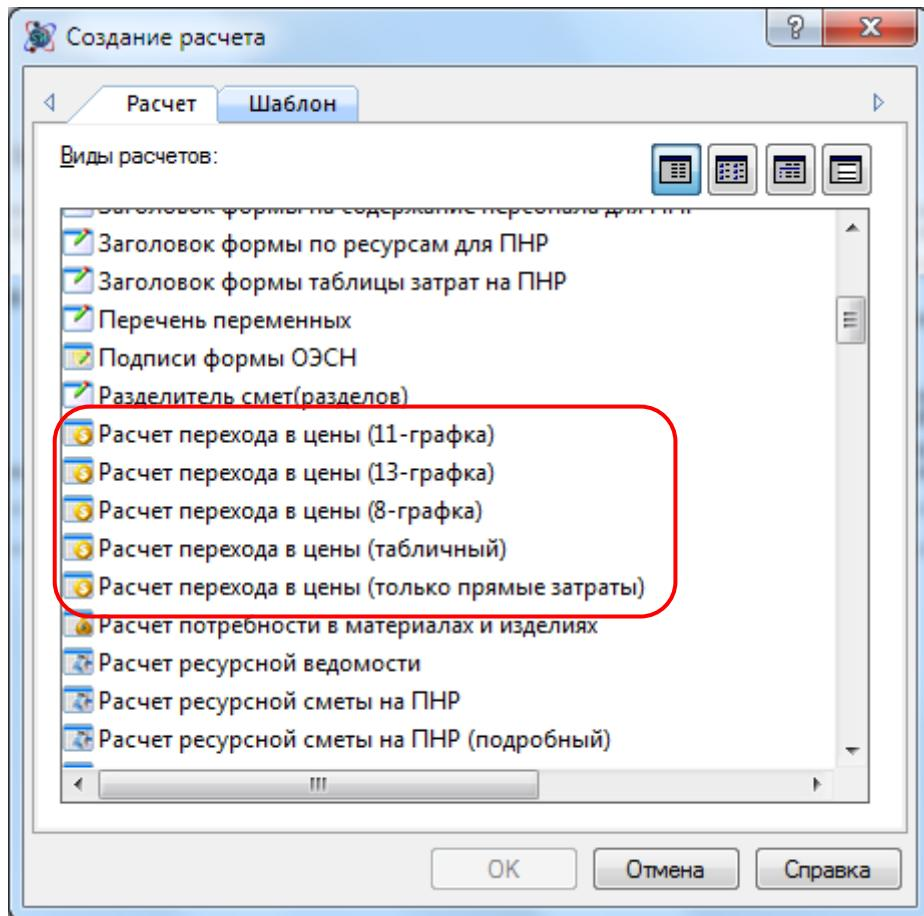

Рис. 4.42 Диалоговое окно Создание расчета
3. В открывшемся диалоговом окне *Создание расчета* выбрать Расчет перехода в цены (рис. 4.42) и нажать на кнопку **OK**.